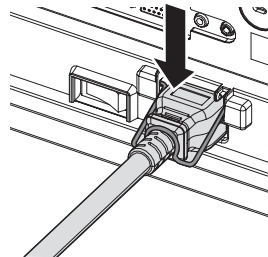

Fig. 4
- 4) Tenere premuto il supporto del cavo di alimentazione finché non scatta sul cavo di alimentazione per fissare quest'ultimo. (Fig. 4)